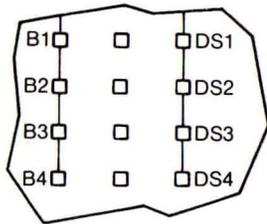

FIGURE 3-11. DRIVE SELECT TERMINAL POSTS
1. Remove any jumper plugs installed at DS1, DS2, DS3, DS4, B1, B2, B3, and B4 terminals. See Figure 3-11.